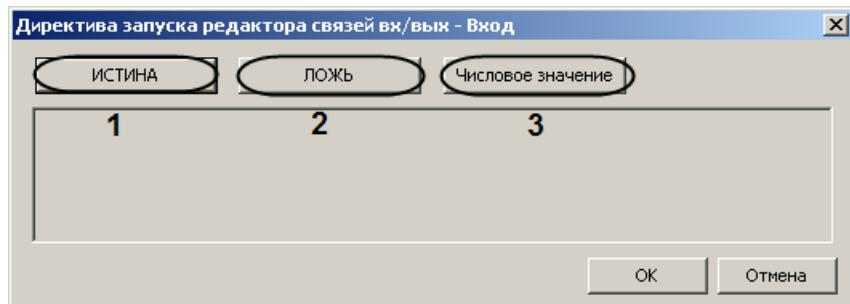

Рис. 3.6—27 Задание правой части правила инициализации
4. Выбрать значение, которое необходимо назначить выбранному в левой части правила объекту. Для этого необходимо нажать кнопку **ИСТИНА**, **ЛОЖЬ** или **Числовое значение** (см. Рис. 3.6—27, 1-3).
5. Нажать кнопку **OK** (см. Рис. 3.6—25, 4).